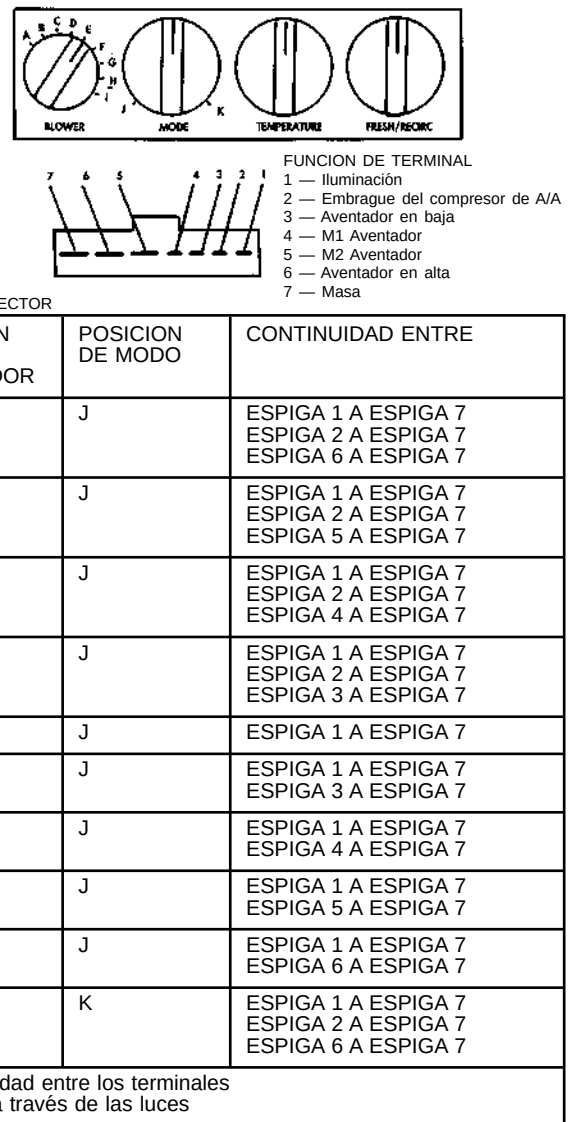

Fig. 9 Prueba de conmutador del aventador
- Con un ohmímetro verifique la continuidad entre los terminales del conmutador como se indica en Prueba del conmutador del aventador (Fig. 9).